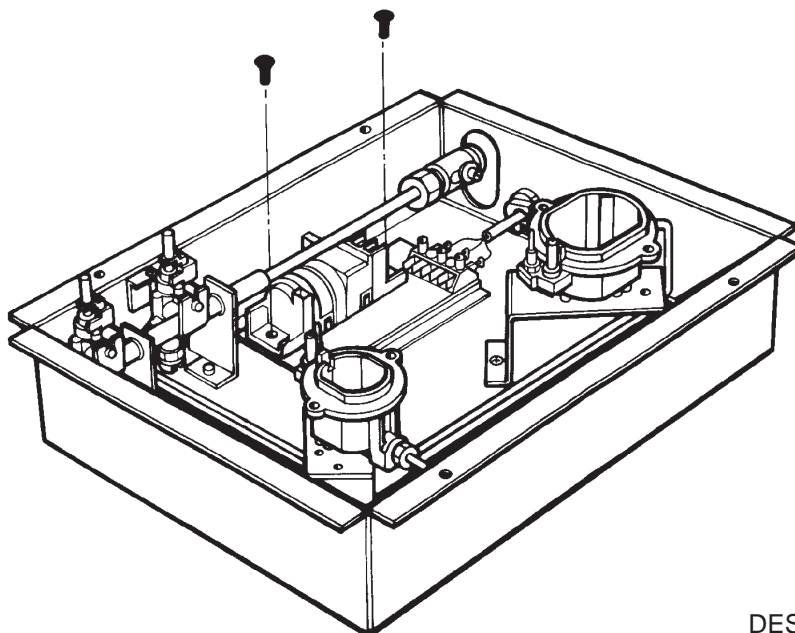

Fig. 5
4. Draai alle twee de schroeven waarmee de generator aan het chassis vastzit eruit (zie fig. 5) en verwijder de generator.